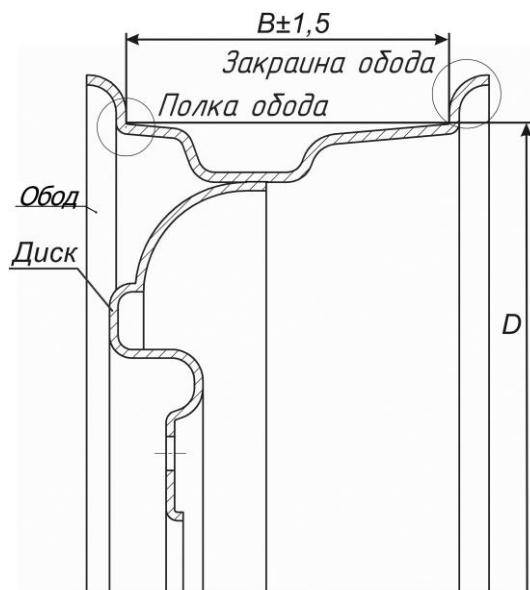

Рисунок 1 - Поверхности обода, подлежащие реставрации
Стенд для правки автомобильных дисков модель «Титан ST/17», далее по тексту «стенд», предназначен для реставрации деформированных закраин и полок ободьев колес легковых автомобилей шириной 4,5...7 дюймов и диаметром 13...17 дюймов (см. рисунок 1). Закраины и полки обода реставрируются с помощью дископравного устройства, описанного в разделе 4 настоящего руководства по эксплуатации.
**ВНИМАНИЕ!** Диск колеса см. рисунок 1 реставрации не подлежит.